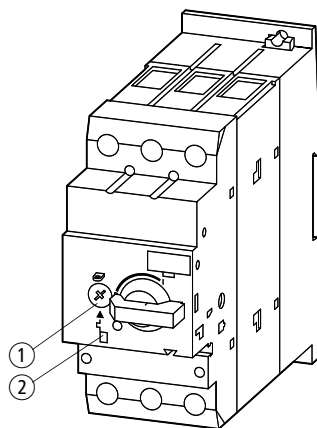

Abbildung 1: Motorschutzschalter PKZM4-.../XTPR...DC1
Die Motorschutzschalter PKZM4-.../XTPR...DC1 sind dreipolige elektro-mechanische Motorschutzschalter mit Bimetallen zur Überlastüberwachung. Bei einer Überlastauslösung schaltet der Schalter PKZM4-.../XTPR...DC1 allpolig den Hauptstromkreis ab. Somit wird der Stromfluss des zu überwachenden Motors direkt abgeschaltet (→ nachfolgende Abbildung 1).
Die PKZM4-.../XTPR...DC1 werden mit Hilfe der Stromeinstellscheibe ① (→ Abbildung 1, Seite 5) auf den Motornennstrom eingestellt. Mit sieben verschiedenen Typen können Motoren von 10 bis 63 A Motornennstrom überwacht werden (→ Tabelle 1).
Durch eine zusätzliche Testeinrichtung ② (→ Abbildung 1, Seite 5) kann die Funktionstüchtigkeit des Schalters kontrolliert werden.